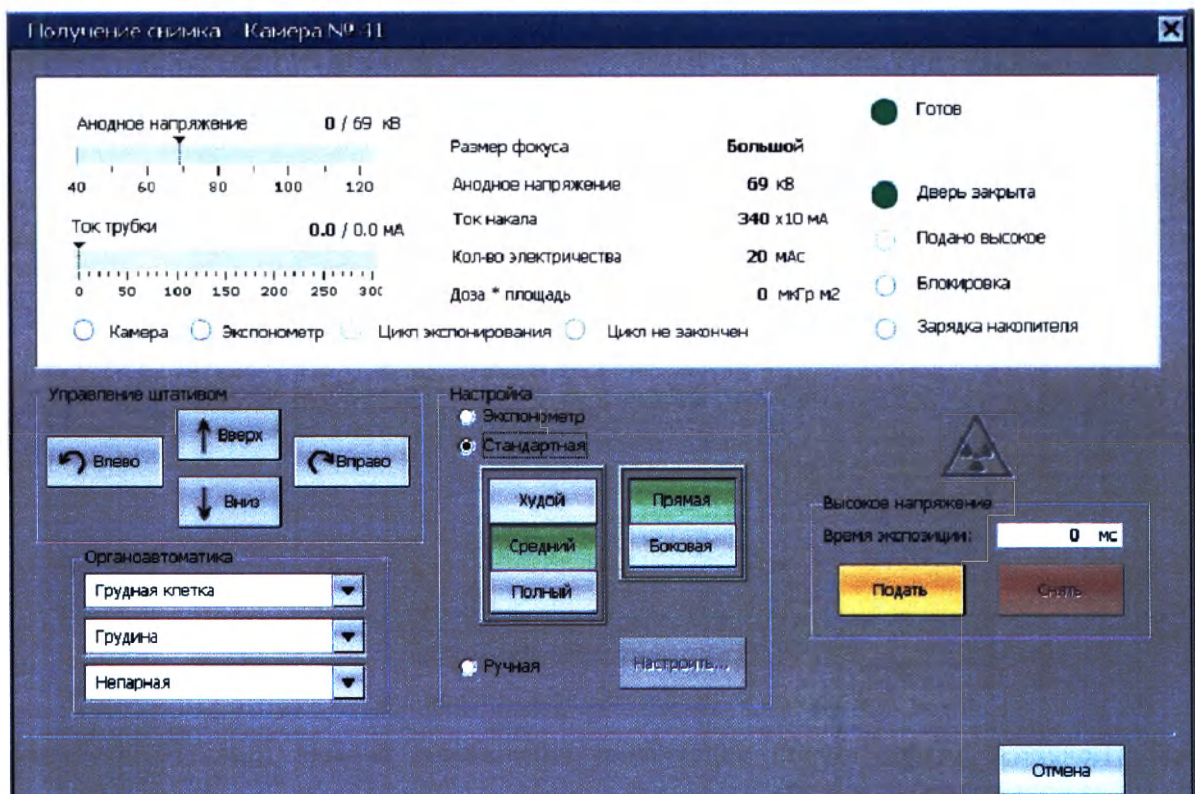

Рисунок 10 - Диалог пульта управления получением снимка.
Вертикальное перемещение и поворот съемочного узла осуществляется только путем нажатия кнопок на многоцелевом пульте управления (рис.10).
6.8.2 Появятся диалог пульта управления получением снимка (рис. 10) и диалог управления коллиматором (рис. 9).